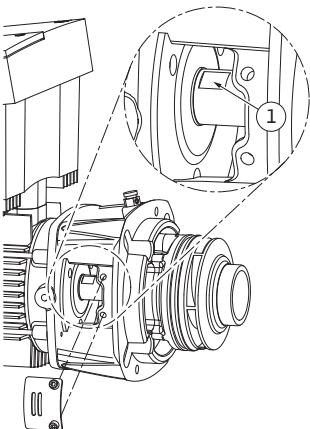

Fig. 54: Nøkkelflater på akselen
15. Før en skiftenøkkel – optimal nøkkelbredde 22 mm – inn i lanternevinduet, og hold fast akselen ved nøkkelflatene (Fig. 54, pos. 1). Skru ut skovlmutrene (Fig. 7, pos. 15). Løpehjulet (Fig. 7, pos. 16) trekkes automatisk av fra akselen.
24. Ved montering av løpehjulet fører du en skiftenøkkel – optimal nøkkelbredde 22 mm – inn i lanternevinduet og holder fast akselen ved nøkkelflatene (Fig. 54, pos. 1).